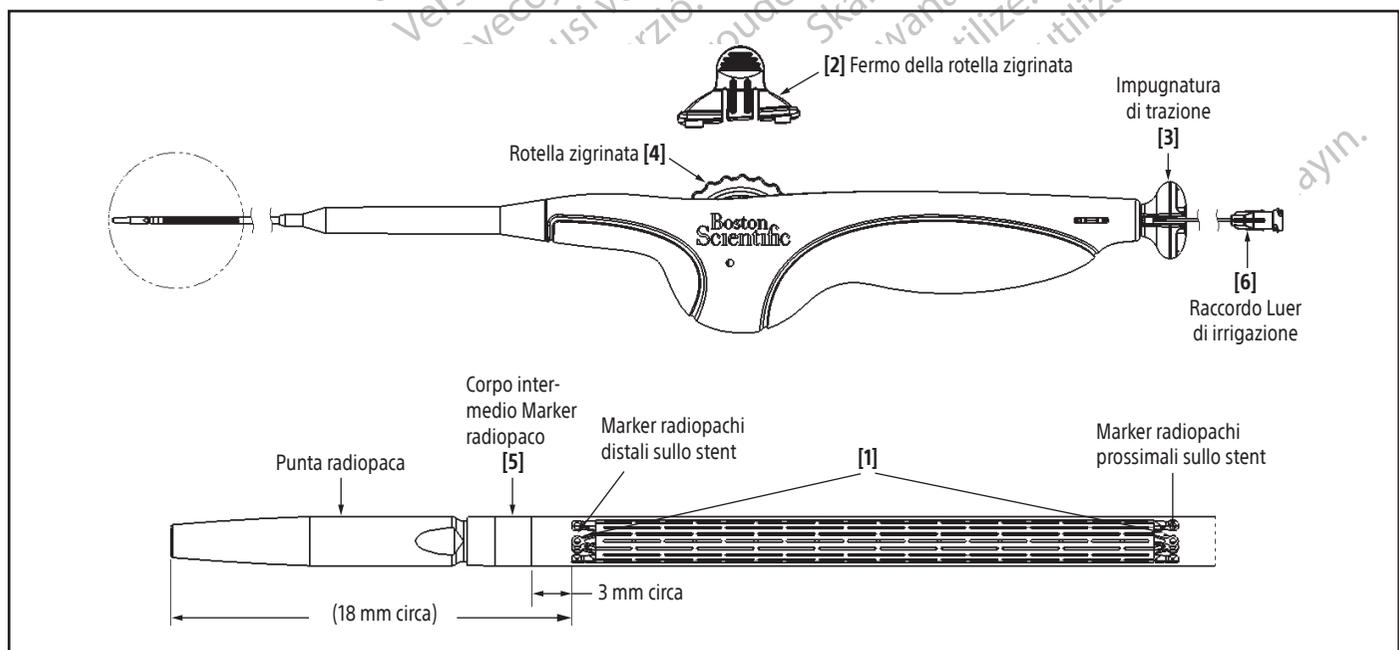

Figura 4. Sistema di rilascio dello stent
7. Collegare una siringa da 10 ml (10 cc) riempita di soluzione fisiologica al raccordo Luer di irrigazione [6] sull'impugnatura. Applicare una pressione positiva. Irrigare fino a quando la soluzione fisiologica fuoriesce dall'estremità distale del lume per filoguida. Rimuovere il raccordo Luer di irrigazione [6] (tirando la siringa o tirando il raccordo Luer di irrigazione [6]) (fare riferimento alla Figura 4).